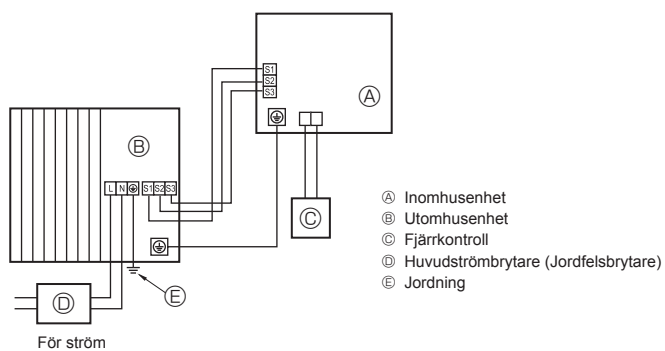
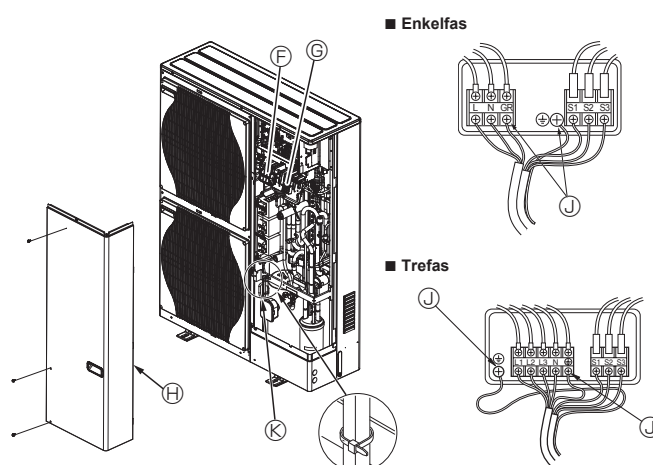

Fig. 5-1
Fig. 5-2
5.1. Utomhusenhet (Fig. 5-1, Fig. 5-2)
- ① Ta bort servicepanelen.
- ② Hänvisa till Fig. 5-1 och Fig. 5-2 när kablarna dras.